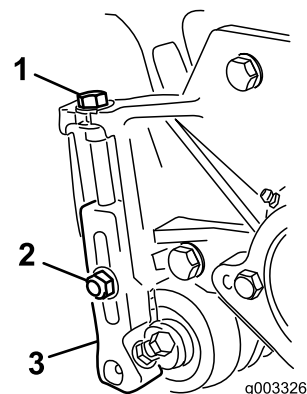

図 17
1. 刈り高ブラケットをカッティングユニットのサイドプレートに固定しているロックナットをゆるめる (図 17)。